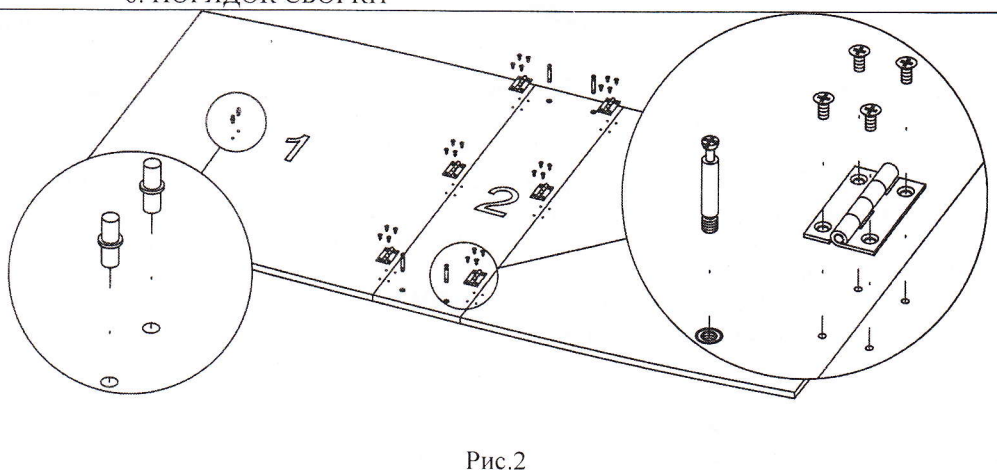

Рис. 2
2. Шурупами 6×13 прикрепить карточные петли к деталям №1 и №2, завернуть штоки эксцентриков в муфты детали №2. Молотком забить ограничители в детали №1 (см. рис. 2).